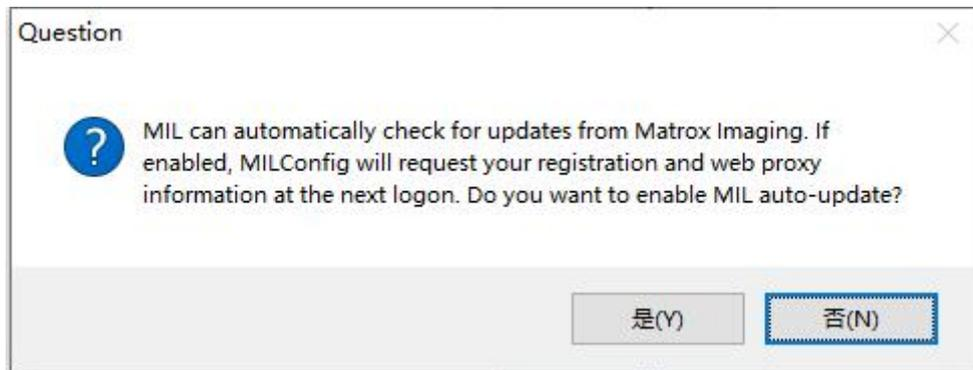
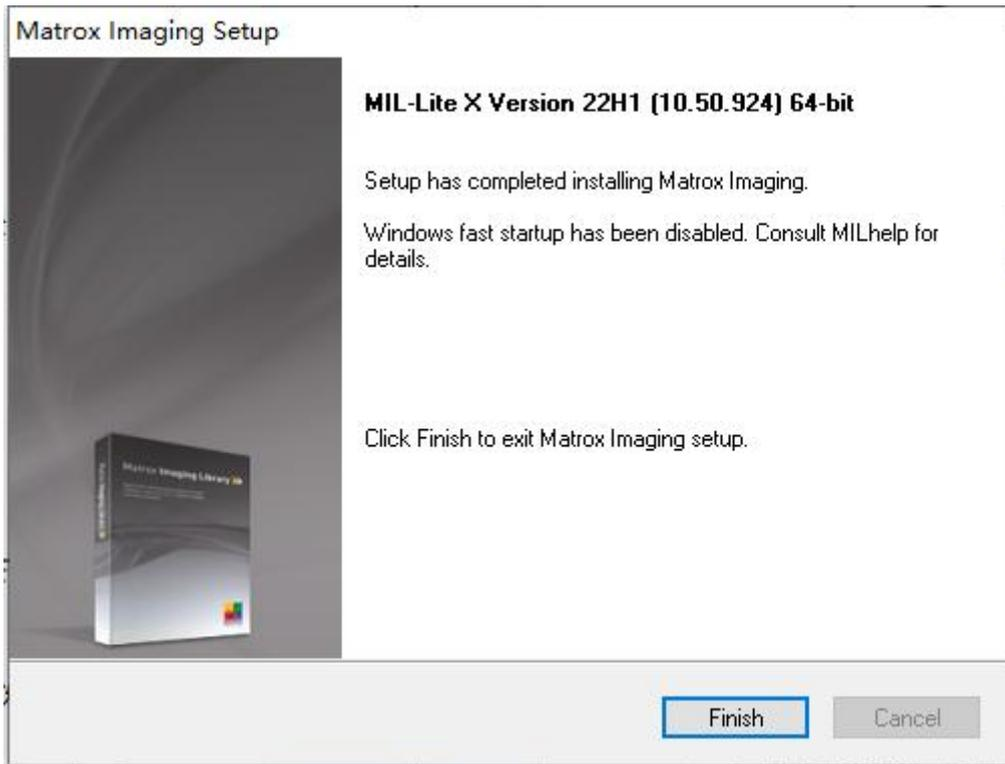

图 3-20
图 3-21
- 1) 旋松相机机盖上的 2 个 M3 螺丝，去除水冷管保护盖，如图 3-20 和图 3-21 所示；